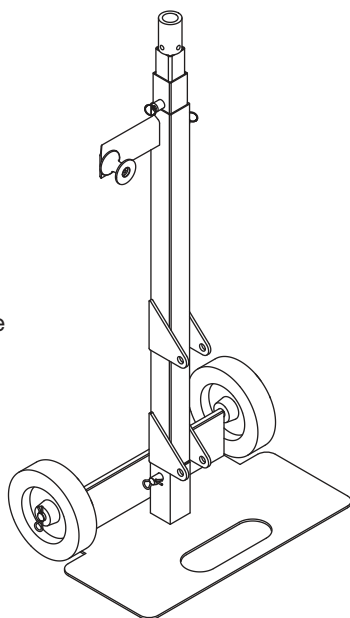

Figure 3
3. Insérer les tubes de rallonge de flèche du milieu et supérieur comme illustré sur la Figure 3. Veiller à ce que la cheville d'arrêt à anneau soit bien engagée avec les autres tubes.